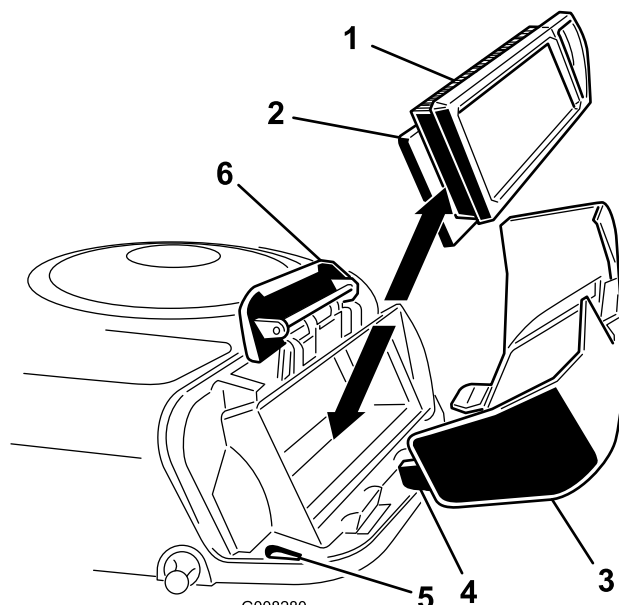

図 22
4. 傷つけないように注意しながら、ペーパー・エレメントとスポンジ・エレメントをブロア・ハウジングから抜き取る 図 22。
2. エアクリーナカバーについているタブをブローハウジングのスロットに合わせて取り付け 図 22。